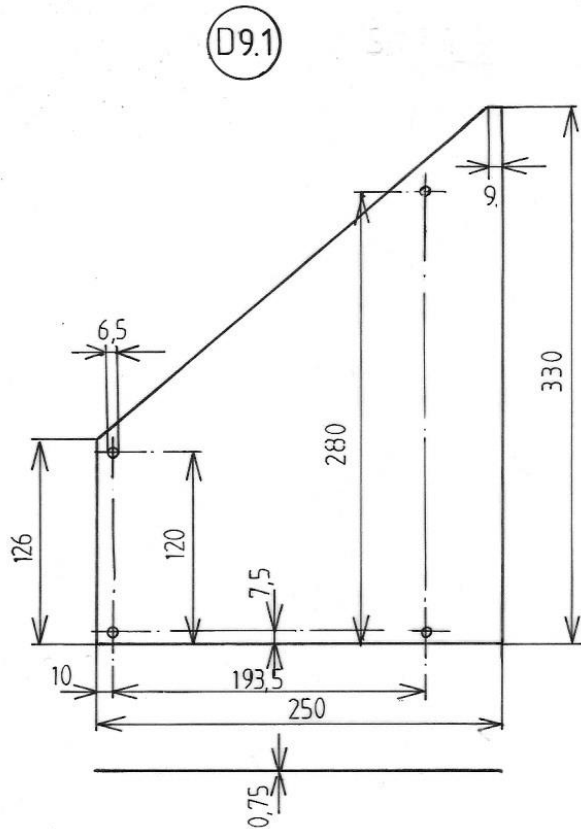

Fig. 17: Dibujo de placa trapezoidal (D9.1)
Fig. 16: Dispositivo D9 para soldar el portador del reflector con anillos (5), (6), (7) y seis conectores de anillos (8). Dispositivo D9 tiene forma de estrella con 6 partes iguales dispuestas alrededor del centro de las dos placas de fijación (D9.10). Las dos placas de la conexión central (15) son parte del portador del reflector. Los detalles se muestran en Fig. 17 a 20